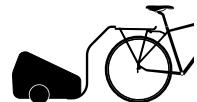

Abb. 2/9 Μεσαίο εξάρτημα ράβδου έλξης
- **Στερέωση μεσαίου εξαρτήματος ράβδου έλξης -Συναρμολόγηση σχάρας («Abb. 2/ Μεσαίο εξάρτημα ράβδου έλξης») στη σελίδα 9)**